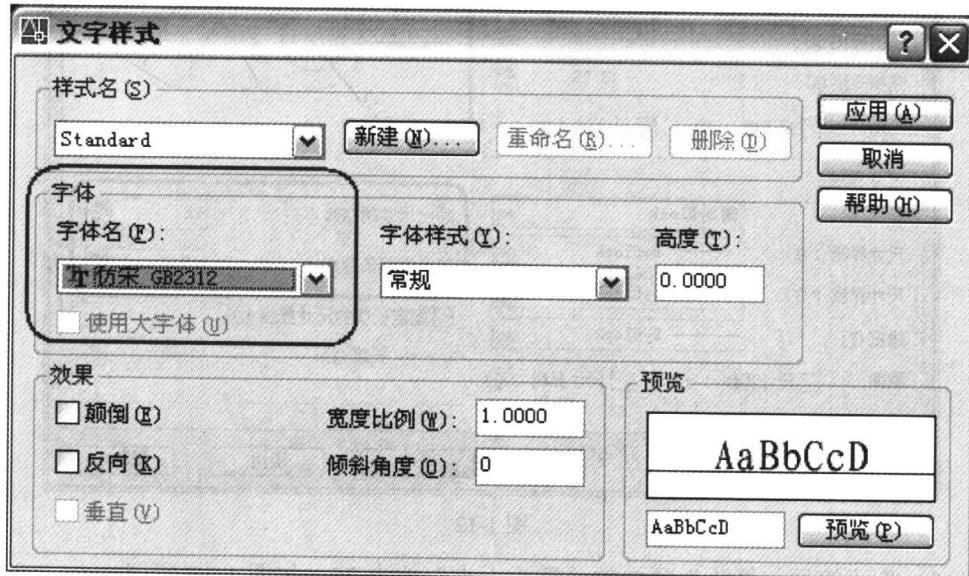
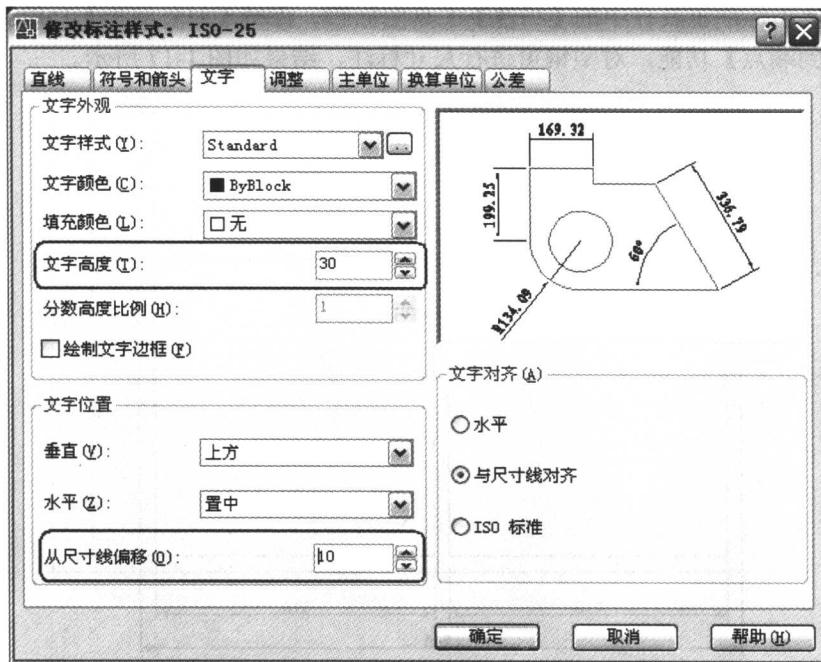

图 1-14
图 1-15
(14) 将“文字”项中的“文字高度”改为 35，字体修改为“仿宋_GB2312”，“从尺寸线偏移”修改为 10，如图 1-14 和图 1-15 所示。